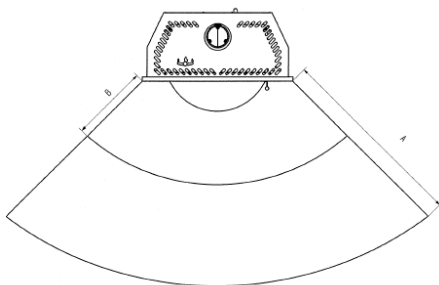

Fig. 8
110 cm (A), misurati dal bordo anteriore dell'apertura del focolare. La distanza di sicurezza si riduce ai **50 cm (B)** qualora di fronte all'elemento sia installata una protezione areata (v. fig. 8).